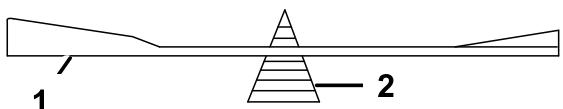

Figura 94
2. Verifique el equilibrio de la cuchilla colocándola sobre un equilibrador de cuchillas (Figura 94).